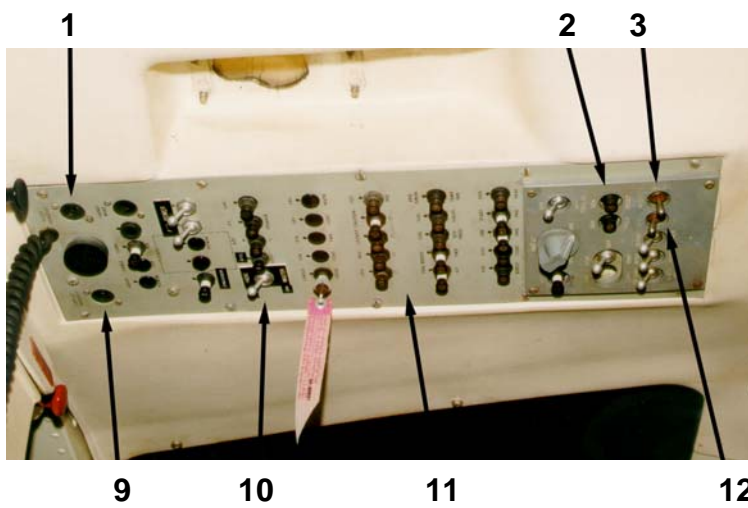

Figure 7 (© Pierre GILLARD)
- Un panneau de disjoncteurs et interrupteurs au plafond entre les deux sièges avant (voir figure 7)